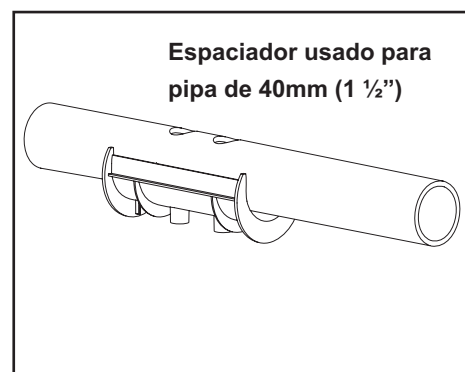

Figura 9. Espaciador de Pipa
9. Utilice el espaciador de tubo como se indica si el montaje es de un 40mm (1 ½ pulgadas) la cañería (ver Figura 9).